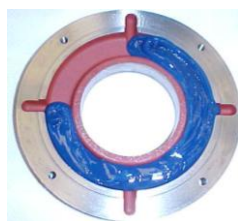

Figura 7-2: Anillo de fijación externo del cojinete
- Llenar $\frac{3}{4}$ del depósito de los anillos de fijación interno y externo con la grasa recomendada (Figura 7-2) y lubricar el rodamiento con cantidad suficiente de grasa antes de montarlo;